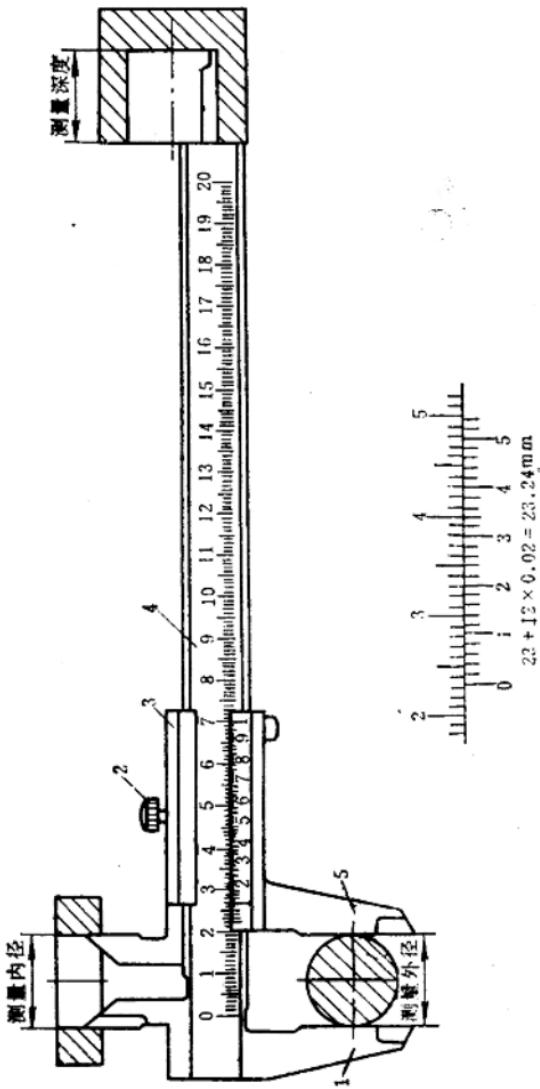

图1-4 1/50游标卡尺读数示例
- (1) 读出副尺零线相对主尺上的毫米整数；
- (2) 查对副尺零线以右第n条刻线与主尺上的刻线对齐，以其刻线数乘上游标卡尺测量精确值(0.1, 0.05, 0.02)即为所测量的小数值；
(3) 将测量出的整数值加上计算出的小数值即为所测量工件的实际尺寸。图 1-4 为 1/50 游标卡尺测量示例。
从图 1-4 测量示例看出，主尺整数为 23mm，副尺第十二条线与主尺刻线相对，所测实际尺寸为 $23 + 12 \times 0.02 = 23.24\text{mm}$ 。